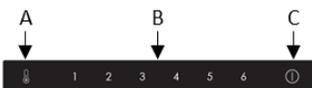

Fig.3
ontdooimodus die kan worden geactiveerd door de knoppen A en C in Fig. 3 ongeveer 3 seconden ingedrukt te houden. De temperatuurregelknop van de koelkast (A) knippert om aan te geven dat de geforceerde ontdooifunctie actief is. Deze functie wordt automatisch uitgeschakeld zodra de temperatuur in de vriezer tussen 10 en 12 °C komt. Let op: Als u regelmatig een grote hoeveelheid ijs of water in het vriesvak aantreft, dan sluit de deur waarschijnlijk niet goed af. Dit kan te wijten aan een defecte deurafdichting of een verkeerd gemonteerde of te zware sierdeur. Voor meer informatie zie het hoofdstuk over het oplossen van problemen met ijs.